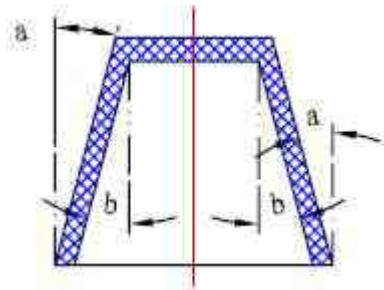

图1-1
a. 取斜度的方向，一般内孔以小端为准，符合图样，斜度由扩大方向取得，外形以大端为准，符合图样，斜度由缩小方向取得。如下图1-1。